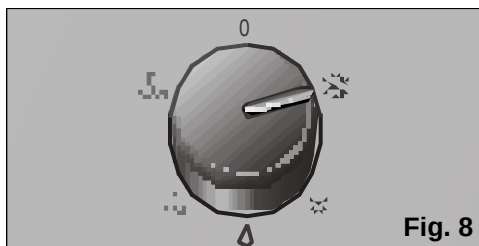

Fig. 8
- ❑ Sélectionnez la fonction de climatisation maximale ☼ ou silencieuse ✱, **Fig. 8**. (La fonction de climatisation silencieuse réduit le débit d'air de l'appareil).